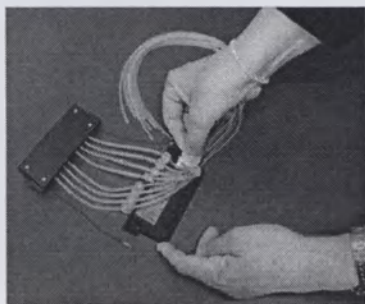

Рисунок 5-36. Установка на место маркировочной таблички трубок
8. Вставьте на место белую табличку-идентификатор трубок с правой стороны нижней крышки верхней части кассеты для диспенсирования (рисунок 5-36).